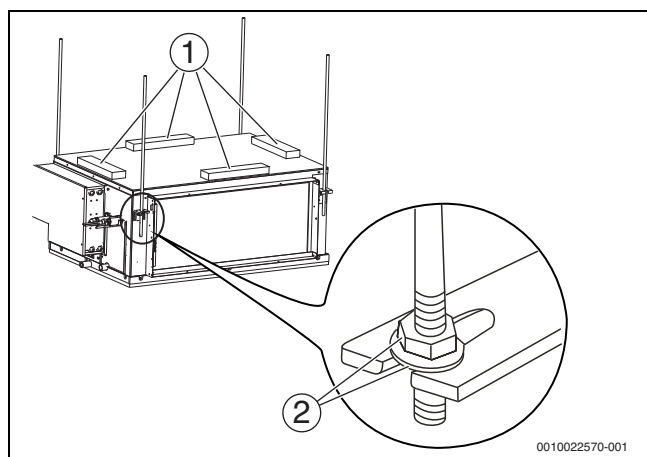

Рис. 8
3. Используйте уровень, чтобы расположить корпус блока горизонтально (→ рис. 8). (Запрещается наклонять блок в сторону от сливной системы. Следует наклонить его в сторону слива воды.)